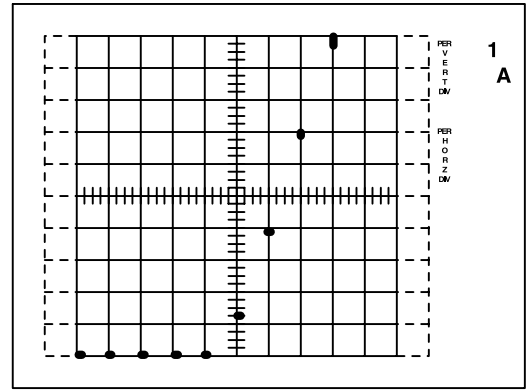

Рис. 13. Передаточные характеристики (зависимость I_D от V_{GS})
4. Увеличивайте напряжение VARIABLE COLLECTOR SUPPLY, чтобы получить картинку, показанную на рис. 13. Передаточные характеристики состоят из изображаемых точек.